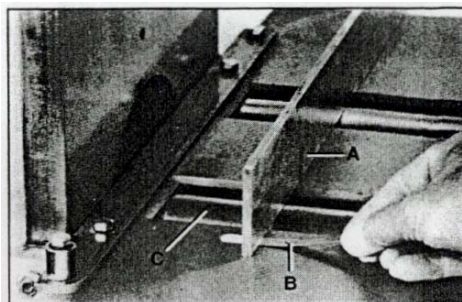

Fig. 23
3. Щупом толщиномера, рис.23 измерить зазор между поверхностью стола и угольником А возле входного валка С.